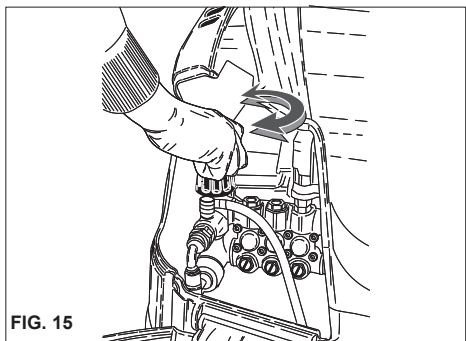

FIG. 15
Este capítulo diz respeito apenas aos modelos equipados com o dispositivo "Regulador de pressão". O dispositivo regulador de pressão, fig. 15, permite regular a pressão de trabalho. Rodando o manipulador C no sentido inverso ao dos ponteiros do relógio (B) (mínimo) obtém-se uma redução da pressão de funcionamento.
- 2) Ligue a máquina de lavar, active o comando de sucção do detergente colocado na lança (fig.15) e espalhe a solução sobre a superfície a lavar de baixo para cima. Deixe agir por alguns minutos.